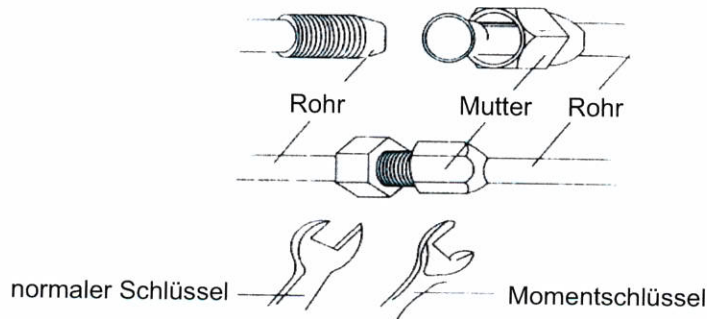

Abb. 18
2. Überwurfmutter mit Momentschlüssel anziehen, bis der Momentschlüssel rutscht (siehe Abb. 18).